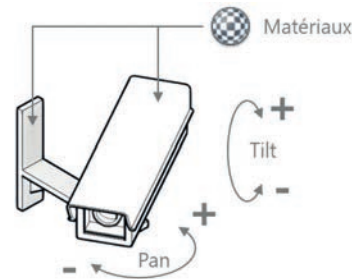

Fig. 1.14
- les paramètres d'**occurrence** : Pan et Tilt permettent de gérer l'orientation de la caméra autour de son axe (fig. 1.14) ;